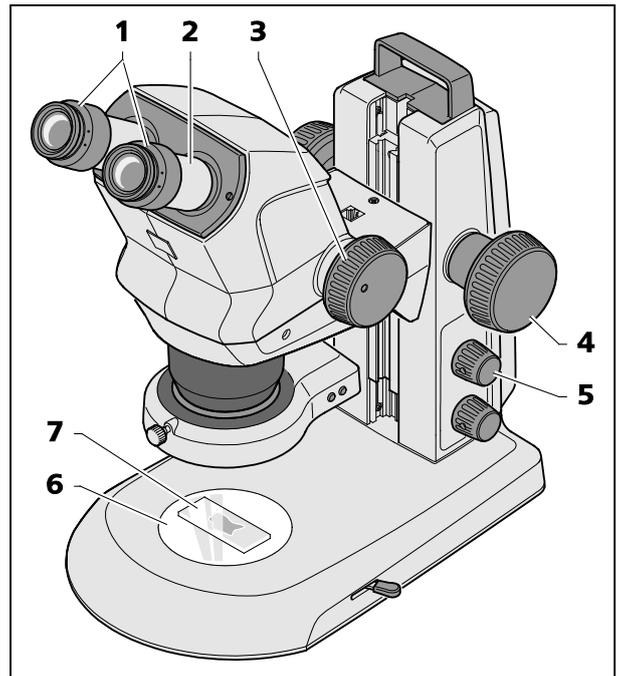

図 13 双眼実体顕微鏡の調整
1. 対象 (図 13/7) をガラス/プラスチックプレート (図 13/6) の中央にセットし、照明を当てます (図 13/5)。
2. 可動式接眼レンズ (図 13/1) のジオプター調整を「0」にセットします。
3. 両目で接眼レンズを覗き込んだ時、切れ目のない光の煙 (対象フィールド) が 1つだけ見える位置まで、接眼レンズホルダー (図 13/2) を横にスライドして左右の眼と眼の間の間隔を調整します。
4. 最小は、ズーム (図 13/3) を最小の拡大レベルに調整します。
5. 対象の画像中心にある小さなはっきり見える詳細に焦点を合わせます (図 13/4)。
6. 最大ズーム値を調整します (図 13/3)。拡大すると、はっきり見える詳細は再びぼやけて表示され、画像の中心ではなくなります。
7. 焦点を合わせて対象をはっきりさせ、対象を移動させて新たに詳細を探し、再び正確に焦点を合わせます (図 13/4)。
8. その後、再び最小のズーム値にセットし、画像ぶれがある場合は、それぞれの眼に対して個別に可動式接眼レンズの (焦点調節ノブ 図 13/4 ではありません) ジョプター調整で修正します (球面収差補正)。
- 回転ボタン（図 13/5）を押すと、入射光照明のオン/オフが切り替わります（スポットライトまたはダブルスポットライト）。